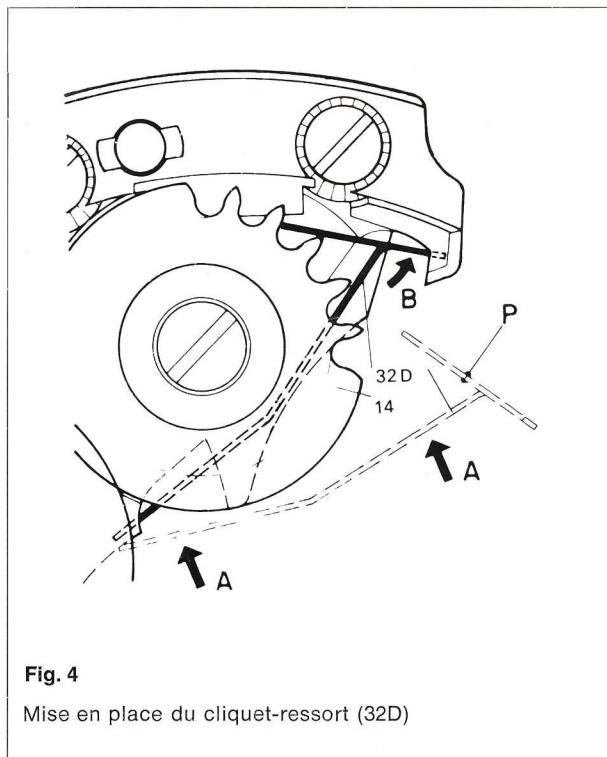

Fig. 4
- a) Rouage et pont de rouage (205), deux vis.
- b) Barillet (1S), pont de barillet (203), roue de couronne (14) et sa vis. Le cliquet-ressort (32D) est placé avantageusement **après** la fixation de la roue de couronne (14). Tenir le cliquet-ressort avec des brucelles par sa partie réhaussée P (fig. 4). Le glisser sous la roue de couronne en direction des flèches A, et tourner la partie haute dans le sens de la flèche B. Ce dernier mouvement sera facilité par une petite rotation de la tige de remontoir.